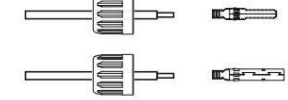

Figura 5.13 Inserte el cable en el conector Tuerca ciega y pin de contacto
2. Inserte el cable en la tuerca ciega del conector y el pin de contacto. (ver Figura 5.13)